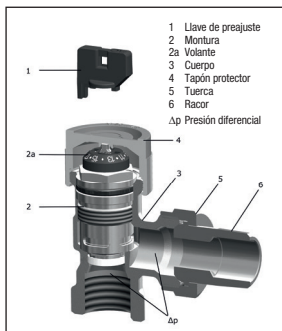
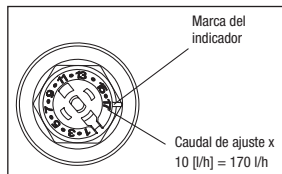

Fig. 2 Construcción de la válvula termostática "AQ"
Fig. 3: Ajuste de la válvula termostática "AQ"
El caudal máximo puede fijarse con la ayuda de la llave de preajuste (fig. 2, pos. 1) (ver 6.2.2.)
Con el medidor de caudal conectado, puede medirse la presión diferencial en el cuerpo de la válvula termostática. Para ello, desenrosque la montura de la válvula (pos. 2 fig. 2) con la ayuda del "Demo-Bloc" y mida la presión diferencial usando el eje de medición de presión diferencial. Tan pronto como la presión diferencial medida ha alcanzado o superado el valor de presión diferencial mínimo $\Delta p_{\min}$ (ver 4.1), la presión diferencial es suficientemente alta para un control automático del caudal por parte de la válvula.
Ajuste el valor requerido usando la llave de preajuste (pos 4. fig. 2). El ajuste solo puede realizarse con la ayuda de la llave de ajuste incluida montada en el volante (pos 2 a. fig. 2). Esto previene una manipulación indebida. El ajuste requerido deberá estar alineado con la marca del indicador (fig. 3). El ajuste puede realizarse en toda la escala y puede modificarse mientras el sistema está en funcionamiento, sin fugas de agua.